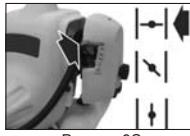

Рисунок 9C
2. Данный инструмент оснащен воздушной заслонкой, которую можно установить в 3 положения: ПОЛНОСТЬЮ ЗАКРЫТОЕ (I-I), НАПОЛОВИНУ ОТКРЫТОЕ (I-I), и РАБОЧЕЕ (I+I). Переведите рычаг воздушной заслонки в ПОЛНОСТЬЮ ЗАКРЫТОЕ положение (I-I). (рис. 9C)